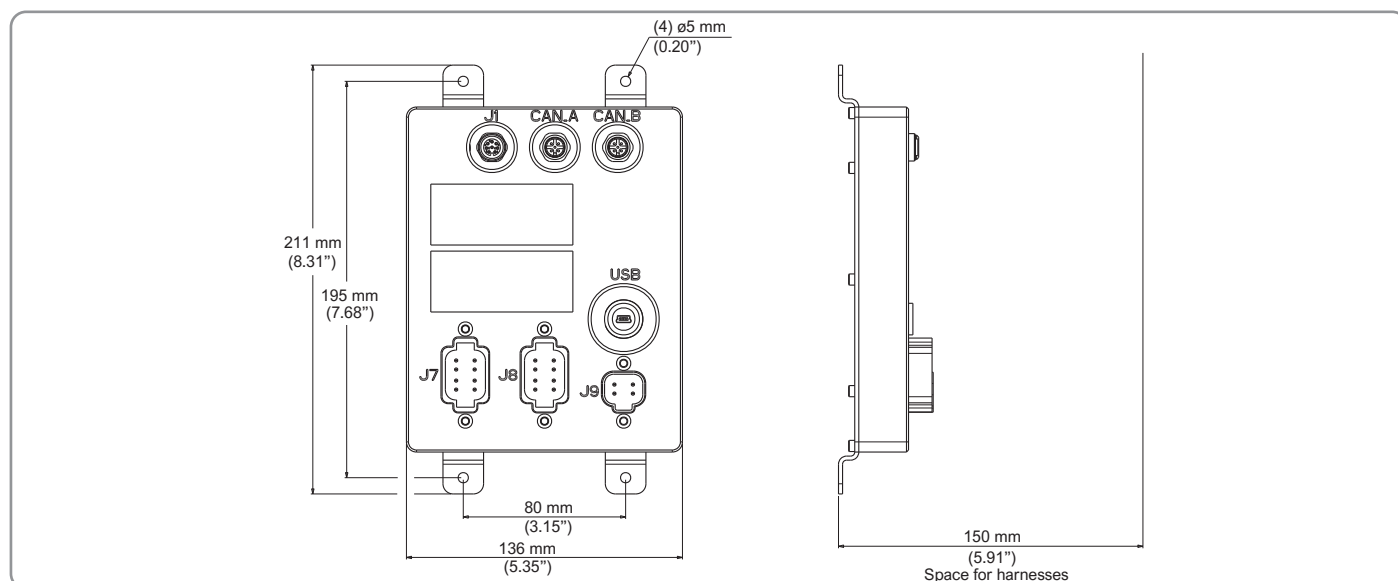

Figura 25 - Interfaccia INT4000
1. Piazzare l'interfaccia INT4000 sulla superficie di montaggio e segnare i fori per il fissaggio. La Figura 25 riporta i dati dimensionali.